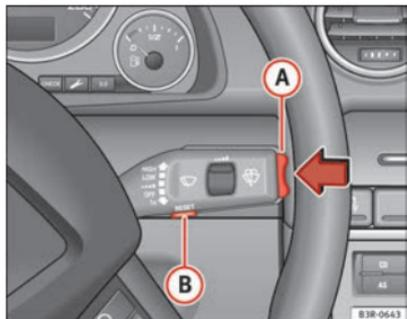

Fig. 61 Palanca del limpiaparabrisas: Elementos de manejo del ordenador de a bordo
Pulsando la tecla Reset **(B)** ⇒ fig. 61 se puede conmutar entre las funciones del ordenador de a bordo 1 y 2.
Bastará con pulsar brevemente el interruptor-selector de funciones o bien la tecla **Reset** ⇒ fig. 61 para borrar el aviso sobre la duración de viaje.
- Pulse la zona superior o inferior del conmutador-selector de funciones (A) ⇒ fig. 61. Se visualizarán una tras otra las funciones del ordenador de a bordo en los niveles de memoria correspondientes.